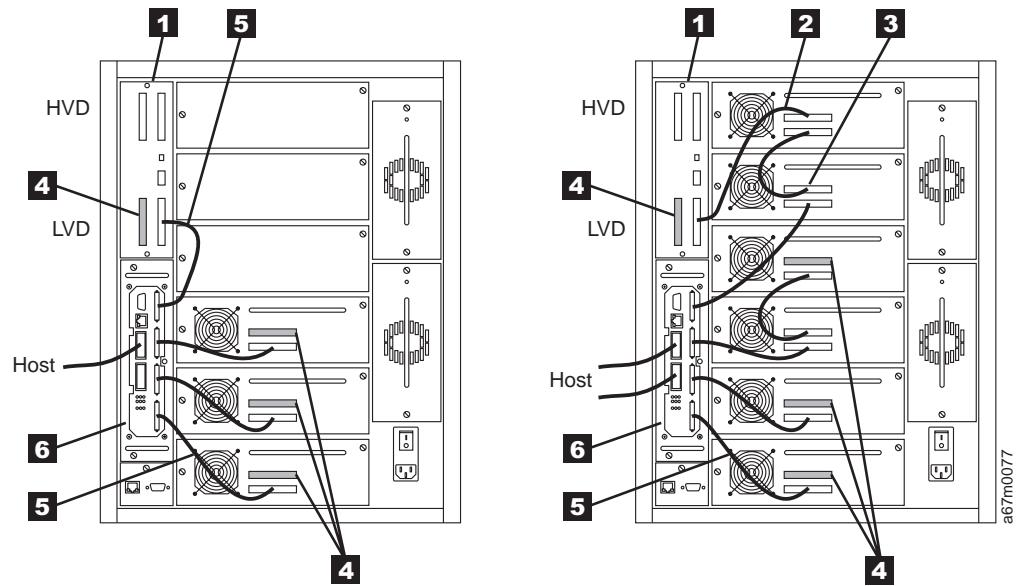

Abbildung 36. Beispiele für Glasfaser- und SCSI-Kabelverbindungen
Schließen Sie das vom Host (Server) kommende Glasfaserkabel an das GBIC-Modul eines der Fibre-Channel-Anschlüsse auf dem Gateway an (**6** in Abb. 36 auf Seite 54).
Da die SCSI-Ports auf dem Gateway LVD/SE-Anschlüsse sind, können nur LVD/SE-Laufwerke und die LVD/SE-Anschlüsse auf der SCSI-Hostschnittstellenplatine des Kassettenarchivs (siehe **1** in Abb. 36 auf Seite 54) benutzt werden.
1. Schließen Sie die von den Laufwerken kommenden Kabel **5** an die SCSI-Ports des Gateways **6** an. Mit jedem Kassettenarchiv werden vier 0,6 m lange VHDCI-zu-HD68-SCSI-Kabel geliefert. Sind mehr als vier Laufwerke im Kassettenarchiv installiert, müssen die Laufwerke möglicherweise mit HD68-zu-HD68-Kabeln **3** verkettet verkabelt werden. Abb. 36 auf Seite 54 enthält Beispiele für Konfigurationen (möglicherweise stimmt die gezeigte Kassettenarchivkonfiguration nicht mit Ihrer Kassettenarchivkonfiguration überein).